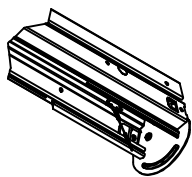

FIGURE 2: TETHERS
- C. Fixer la plaque de LED sur le boîtier en faisant boucler l'attache sur la lance "T" comme illustré à la Figure 2.